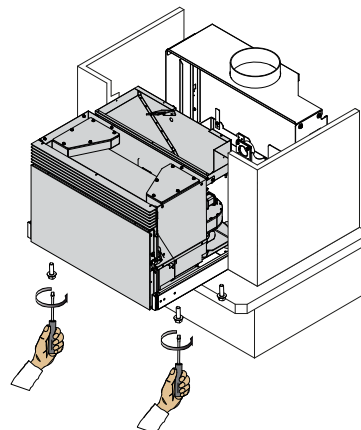

fig. 6.1.11
- 11) Reinstallare i bulloni di fissaggio precedentemente rimossi al punto 6.1.5 (fig. 6.1.11)